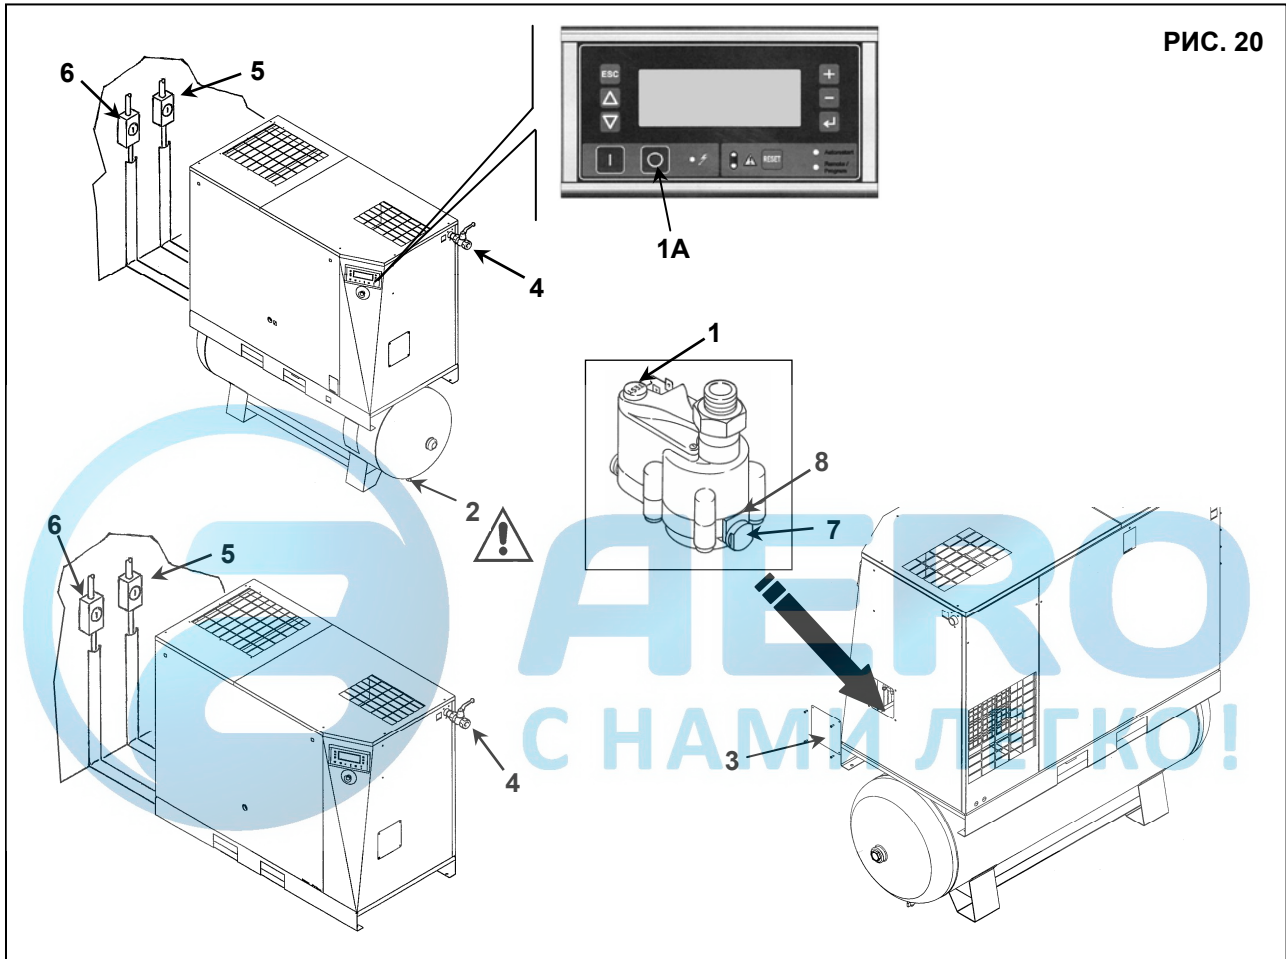

РИС. 20
Необходимо проверить автоматический и ручной слив конденсата (поз. 1 через каждые 500 часов и поз. 2 через каждые 24 часов работы), Рис. 20.
- Снимите панель (поз. 3, Рис. 20)
- Проверьте ручной сброс конденсата из бака, чтобы убедиться, что конденсат корректно удален из клапана, поз. 2, Рис. 20 (ЕЖЕДНЕВНАЯ ПРОДУВКА).
- Закройте пробку (поз. 4, Рис. 20)
- Сбросьте давление осушителя, нажав на кнопку "TEST" сброса конденсата (приблизительно на 10-20 секунд), поз. 1, Рис. 20
- Выключите машину кнопкой (поз. 1А, Рис. 20): при этом машина остановится через 45 секунд работы на холостом ходу.
- Сбросьте давление, повернув кран, поз. 2, Рис. 20.
- Снимите ограничитель (поз. 7, Рис. 20)
- Снимите фильтр (поз. 8, Рис. 20)
- Установите панель (поз. 3, Рис. 20)